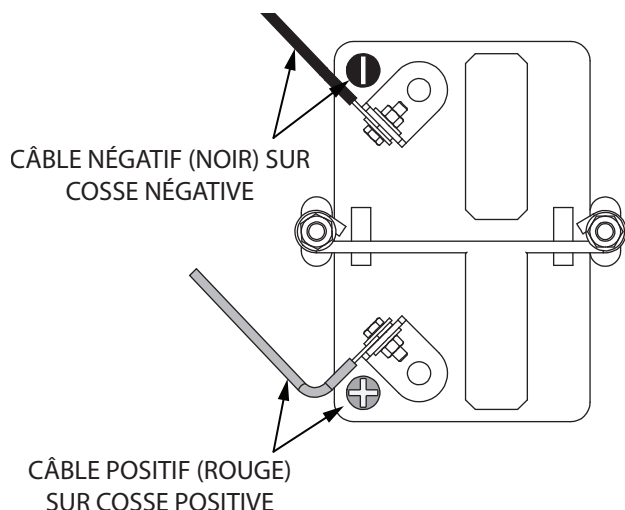

FIGURE 4 : CÂBLAGE DE LA BATTERIE.
1. S'assurer que la batterie est branchée et mise à la masse. **VOIR FIGURE 4**